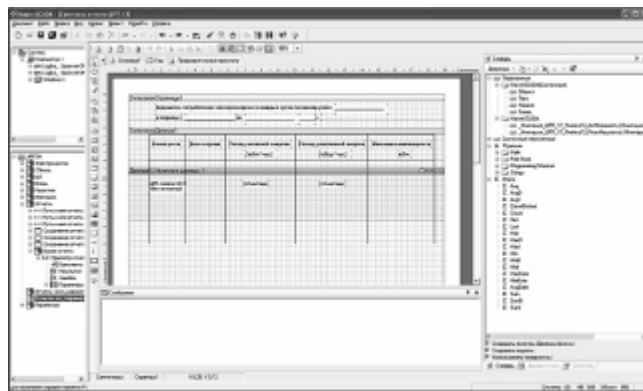

Рис. 3
**Создание внешнего вида отчетов.** Визуально отчет разделен на отдельные страницы (в том числе многоколоночные). Это позволяет заранее увидеть, как будут располагаться компоненты на странице еще во время построения отчета (рис. 3). При этом их расположение устанавливается с любой необходимой точностью с помощью сетки с магнетизмом и линейки. Компоненты вставляются их перетаскиванием из инструментальных панелей в нужное место страницы.